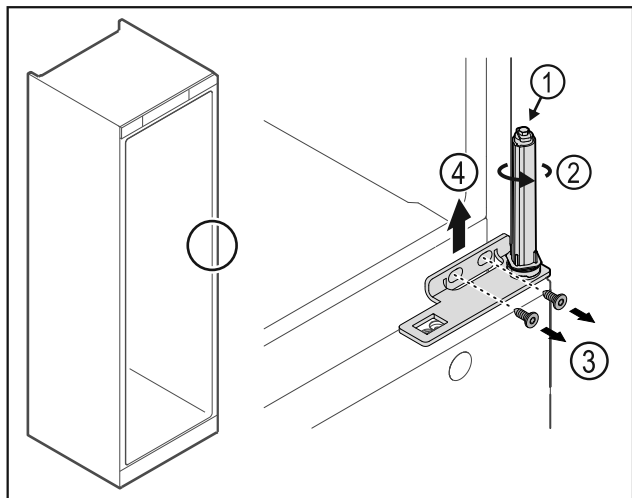

Fig. 22
- Non disassemblare il sistema di chiusura della porta Fig. 22 (1).
- Ruotare il sistema di chiusura Fig. 22 (2) finché non si innesta con un clic.
- Svitare le viti Fig. 22 (3), rimuovere la cerniera angolare Fig. 22 (4) verso l'alto.